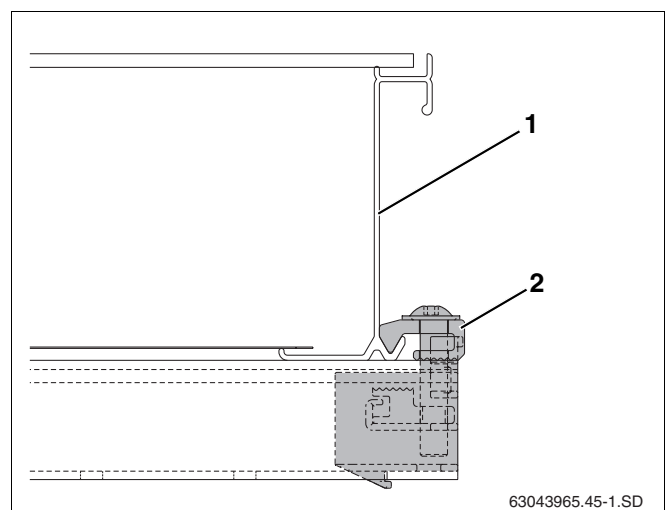

fig. 17 Tensor de colector aparafusado
- ▶ Empurre o colector (fig. 17, **item 1**) cuidadosamente no tensor do colector e alinhe-o horizontalmente.
- ▶ Aparafuse o tensor do colector com uma chave SW5 (fig. 17, **item 2**).
O dispositivo fixador (fig. 17, **item 2**) do tensor do colector agarra agora o canto inferior do colector.